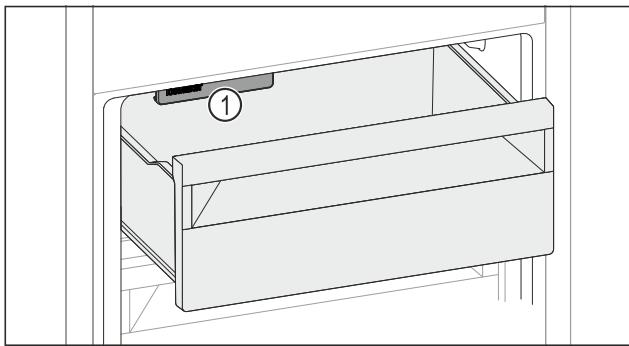

Fig. 131
- Учитывайте IceMaker Fig. 131 (1).